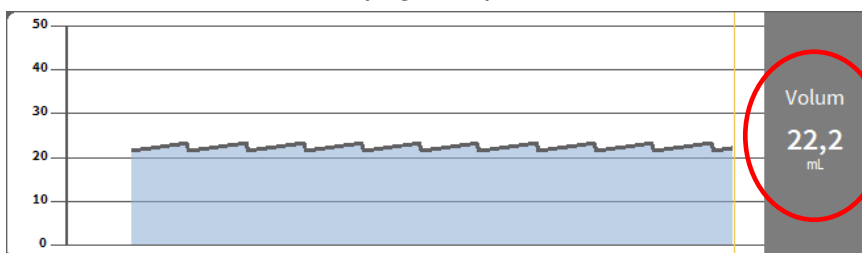

Fig. 118
- Totalt infundert volum (Fig. 118).